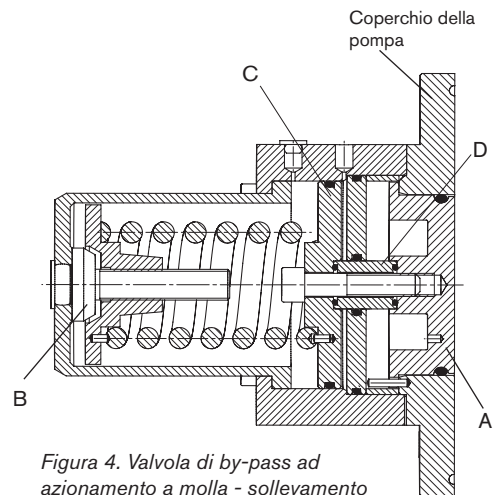

Figura 4. Valvola di by-pass ad azionamento a molla - sollevamento pneumatico, completamente chiusa
La Figura 4 mostra la valvola di by-pass completamente chiusa. L'otturatore della valvola (A) è allineato con la superficie anteriore del coperchio della pompa e il cilindro della valvola di sollevamento pneumatico è completamente scaricato.